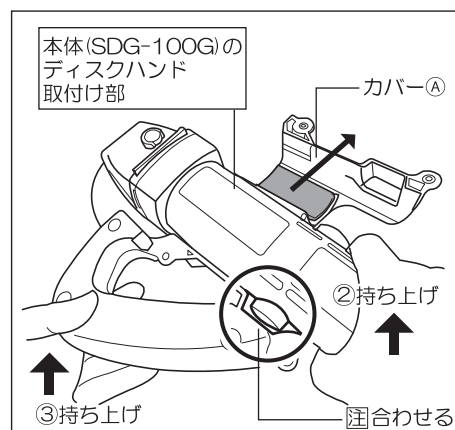

図2
- ②本体(SDG-100G)の後部を少し持ち上げてディスクハンドのカバー①を下から差込み、ディスクハンドのカバー②部が本体の下にくるようにします。(図2参照)
- ③本体(SDG-100G)のディスクハンド取付け部がディスクハンドのカバー②側の固定ラバーの上に乗るように、差込んだディスクハンドを持ち上げてください。
(図2参照)